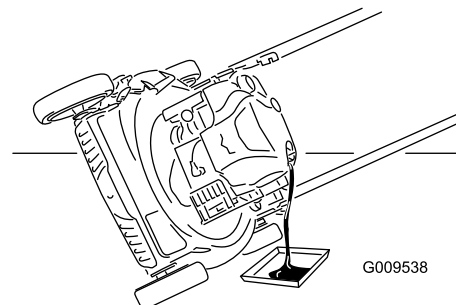

Figura 26
- Ponga la máquina de lado con el filtro de aire hacia arriba para drenar el aceite usado a través del tubo de llenado de aceite (Figura 26).